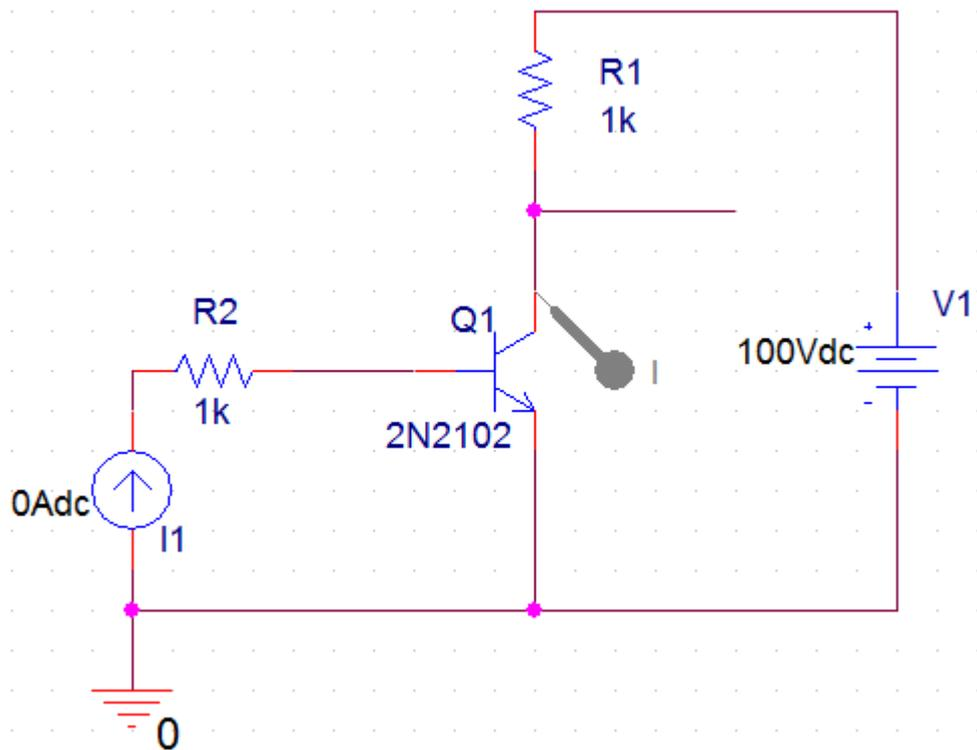

Рис. 1.56. Схема измерения вольтамперных характеристик
3. Собираем схему (рис. 1.56) и устанавливаем маркер тока. Для этого в схеме надо сделать **pin** (короткий вывод) на коллекторе. Маркер надо соединить с выводом коллектора транзистора.